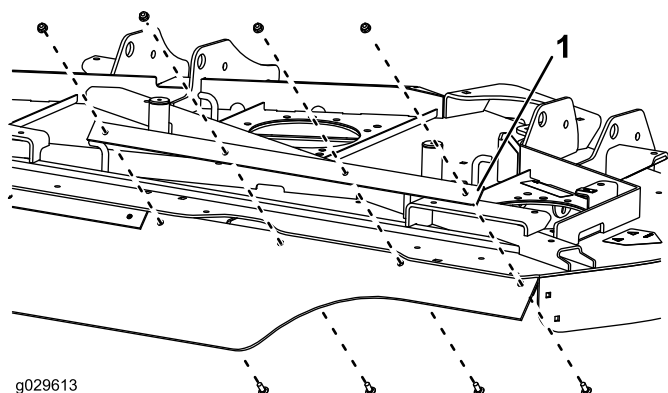

Figura 11
5. Montate, senza serrarli, un nastro di supporto e l'estremità destra (quadrata) del deflettore sull'alloggiamento destro con 4 bulloni a testa tonda (5/16 x 7/8 poll.) e 4 dadi (5/16 poll.), come illustrato nella Figura 11.